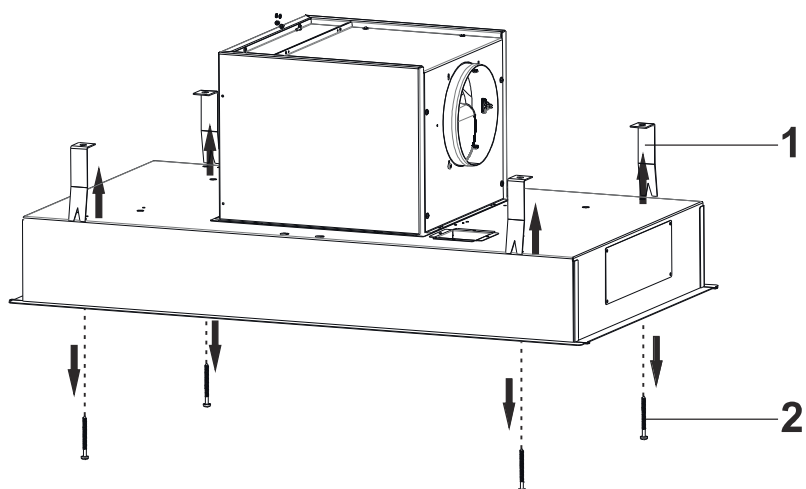

Fig. 16
1. ➤ Skru skruerne af fra beslaget og fjern beslagene (Fig. 16)